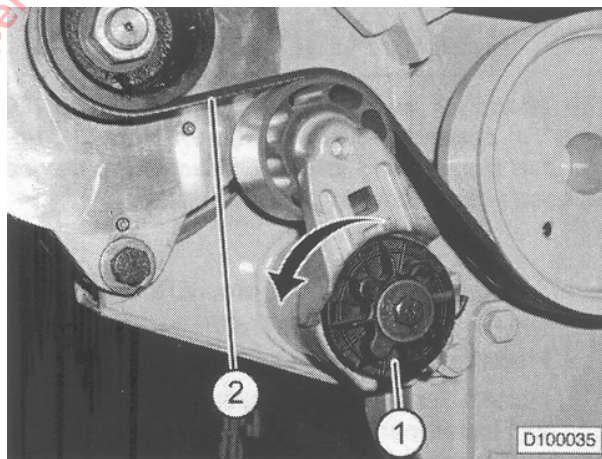

FIGURA 10-22. CONJUNTO AUTOMATICO DEL TENSADOR DE LA CORREA
7. Use una barra rompedora de $\frac{3}{4}$ de pulgada para liberar la tensión en el tensador automático de la correa (1, Figura 10-22).
8. Retire la correa (2). Cambie la correa si se encuentran señales de desgaste o daño.
4. Use una barra rompedora de $\frac{3}{4}$ de pulgada para liberar la tensión en el tensador automático de la correa (1, Figura 10-22) e instale la correa (2).